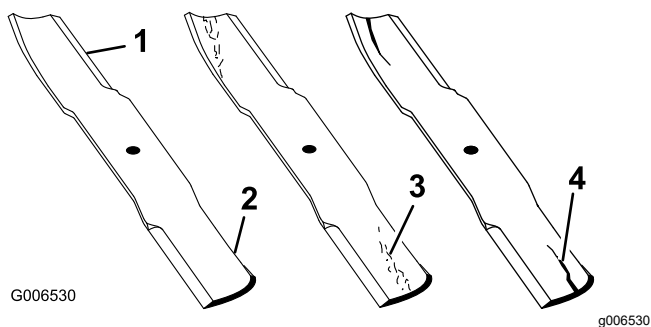

Figura 56
- Inspecione as extremidades de corte (Figura 56).
- Se verificar quaisquer fissuras, desgaste, ou a formação de ranhuras nesta área instale imediatamente uma lâmina nova (Figura 56).